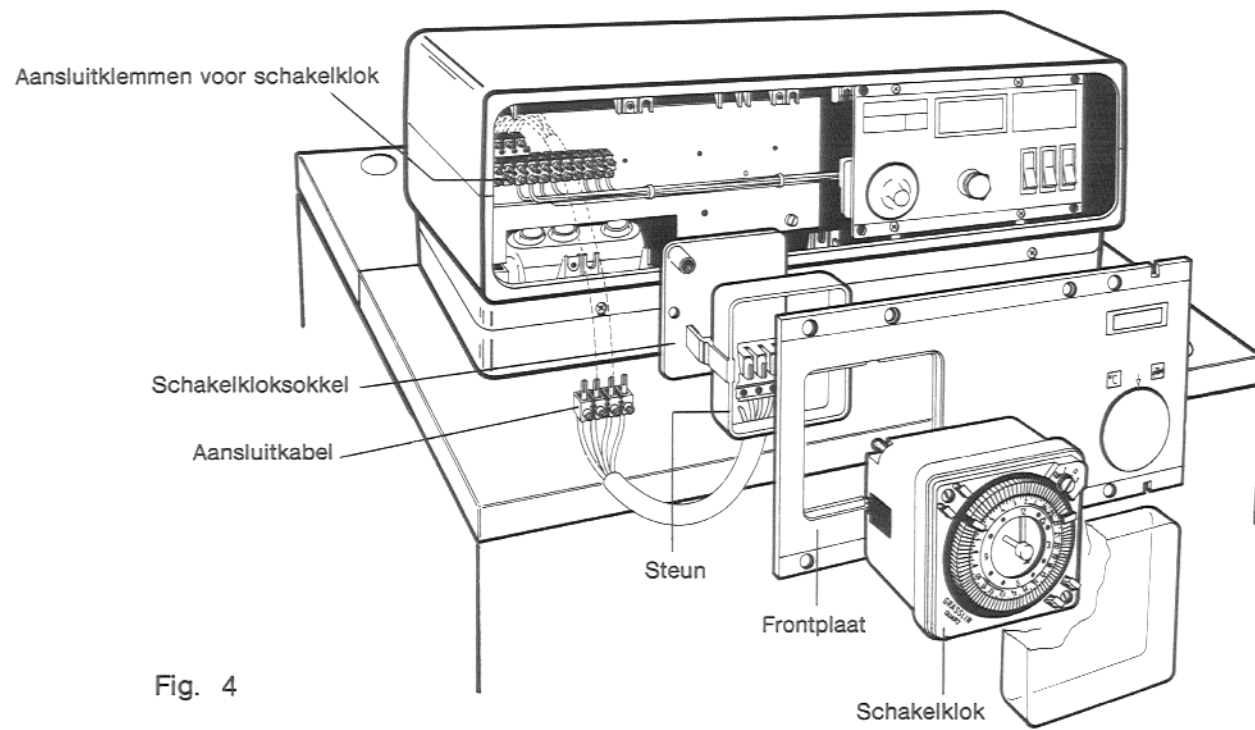

Fig. 4
4.2 De schakelkastsokkel na het losdraaien van de schroeven weghalen, de steun verwijderen en de schakelklok zoals in fig. 4 is aangegeven in de frontplaat aanbrengen.